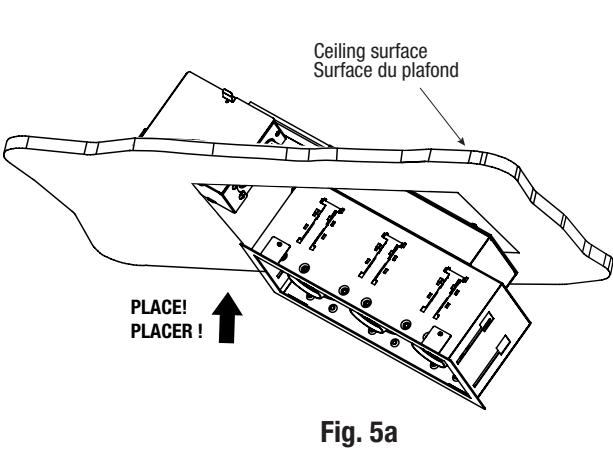

Fig. 5a
5. Pass luminaire through the ceiling hole (Fig. 5a).
7. Passer le luminaire par le trou au plafond (Fig. 5a).